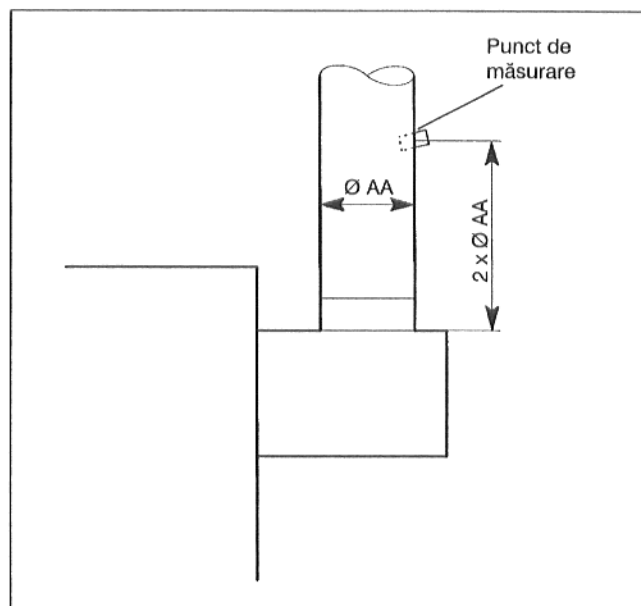

Fig. 35: Loc de măsurare în țeava de evacuare
- Faceți o gaură în țeava de evacuare, plasată la o distanță de circa două diametre ale țevii, după instalația de evacuare pe partea dinspre cazan (Fig. 35).